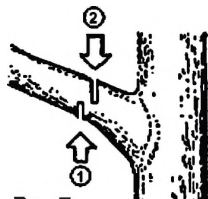

Рис.7
6.7. Резка ветви на стоящем дереве (рис.7).